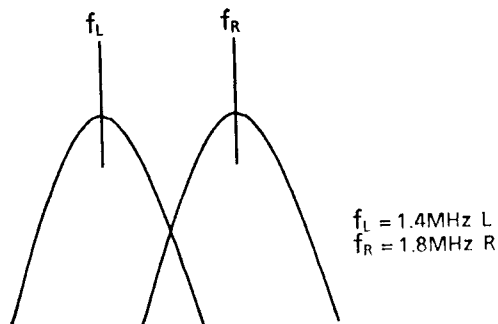

Abbildung 2-9
2. Das TP6501-Signal mit dem Spektrumanalyzer beobachten, und R6506 [R6503] so einstellen, daß die Anzeige im Spektrumanalyzer $1,4\text{MHz} \pm 5\text{kHz}$ ($1,8\text{MHz} \pm 5\text{kHz}$) beträgt, wie in Abbildung 2-9 gezeigt.